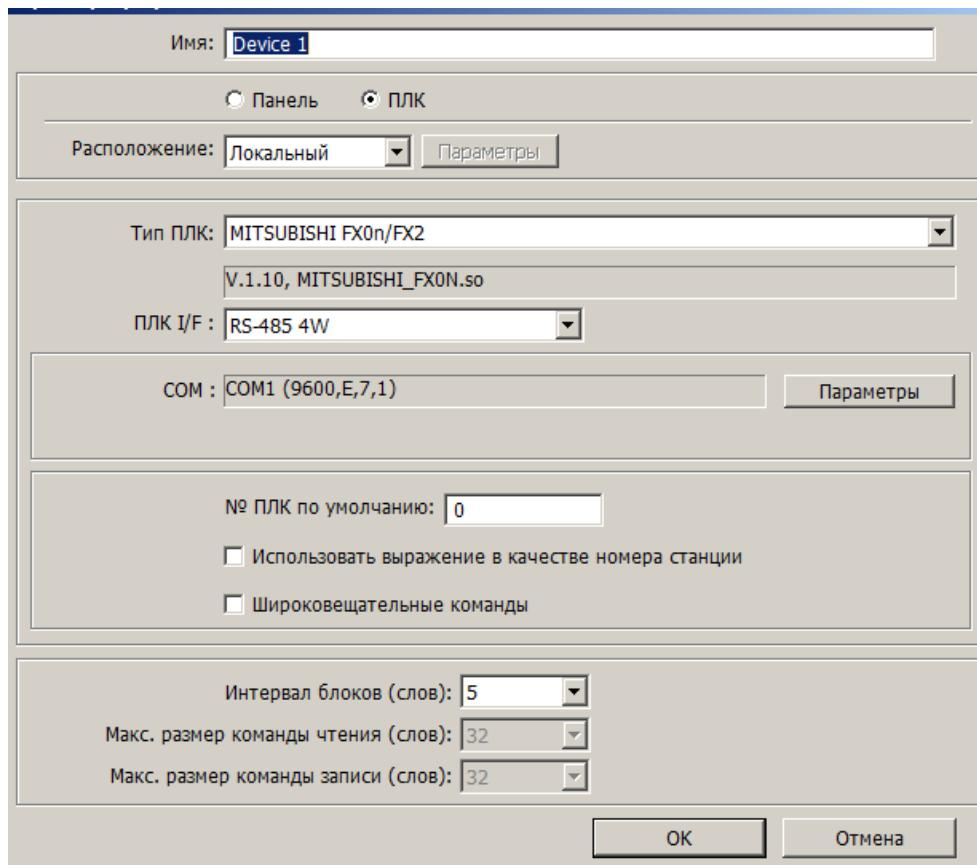

Рис. 8. Редактирование параметров нового устройства
3.4.3. В появившемся окне «Параметры устройства» (рис. 8) изменить параметры нового устройства.